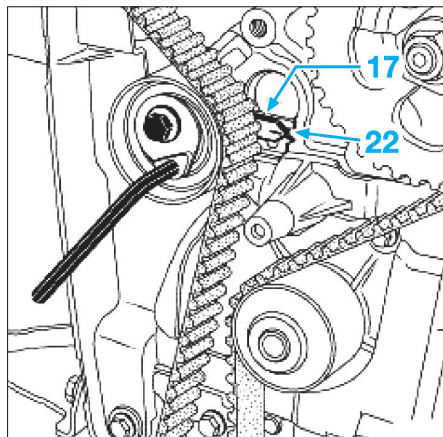

Fig. 23
- Desserrer d'un tour maximum la vis du galet tendeur tout en le maintenant à l'aide d'une clé six pans de 6 mm (**Fig.23**).